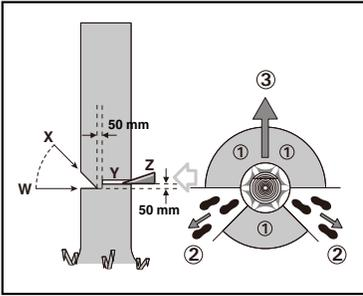

Abb. 1
Der Kettensägenbediener sollte sich auf der bergauf gelegenen Seite des Geländes aufhalten, da der Baum nach dem Fällen wahrscheinlich bergab rollen oder rutschen wird. Vor Beginn der Fällarbeiten sollte ein Fluchtweg geplant und bei Bedarf freigeräumt werden. Der Fluchtweg sollte nach hinten und diagonal hinter der erwarteten Falllinie verlaufen, wie in Abbildung 1 dargestellt.
Schneiden Sie die Kerbe um 1/3 des Baumdurchmessers senkrecht zur Fallrichtung ein, wie in Abbildung 1 dargestellt. Machen Sie zuerst den unteren horizontalen Kerbschnitt (W). Dadurch wird ein Einklemmen der Sägekette oder der Führungsschiene vermieden, wenn die zweite Kerbe (X) gemacht wird.
Führen Sie den Rückschnitt (Y) mindestens 50 mm höher aus als den horizontalen Kerbschnitt, wie in Abbildung 1 dargestellt. Halten Sie den Fällschnitt parallel zum horizontalen Kerbschnitt. Führen Sie den Fällschnitt so durch, dass genügend Holz übrigbleibt, das als Scharnier dient. Das Scharnierholz verhindert, dass sich der Baum verdreht und in die falsche Richtung fällt. Schneiden Sie nicht durch das Scharnierholz. Wenn sich der Fällschnitt dem Scharnier nähert, sollte der Baum zu fallen beginnen. Wenn die Möglichkeit besteht, dass der Baum nicht in die gewünschte Richtung fällt oder zurückkippt und die Sägekette blockiert, beenden Sie den Schnitt, bevor der Rückschnitt abgeschlossen ist, und verwenden Sie Holz-, Kunststoff- oder Aluminiumkeile (Z), um den Schnitt zu öffnen und den Baum entlang der gewünschten Falllinie fallen zu lassen (1).
Wenn der Baum zu fallen beginnt, entfernen Sie die Kettensäge aus dem Schnitt, schalten Sie den Motor aus, setzen Sie die Kettensäge ab und verwenden Sie dann den geplanten Rückzugsweg (2). Achten Sie auf herabfallende Äste und achten Sie auf Ihren Stand. (Siehe Abb. 1)